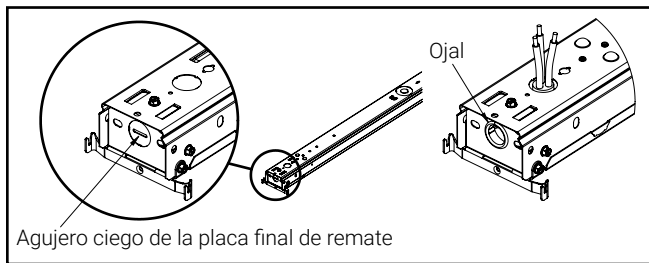

Figura 9
2. Rompa el agujero ciego en la placa final de remate, inserte el ojal en dicho agujero ciego. (Figura 9)